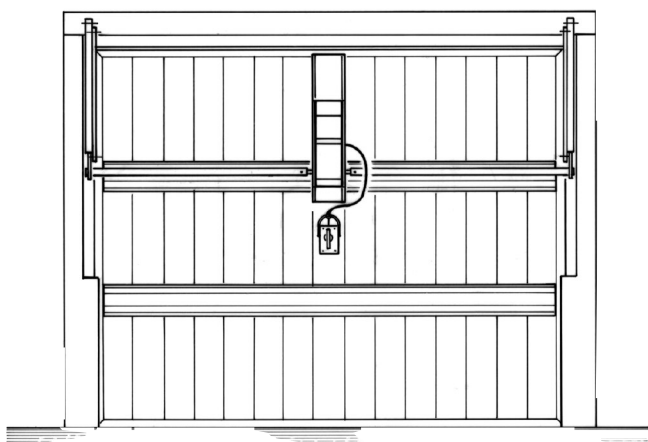

Fig. 5
- Accorciateli dalla parte opposta in modo che si possano infilare sulle leve. Fate attenzione che i TUBI DI TRASMISSIONE siano ben allineati e non divaricati (Fig.12). Con l'uso del "TUBO DI TRASMISSIONE L=3mt" (cod. ACG2090) si trasmette il movimento alla "COPPIA DI LEVE DIRITTE TELESCOPICHE" cod.ACG8158 (o alla "COPPIA DI LEVE CURVE TELESCOPICHE" cod.ACG8159 - **DA SALDARE AL TUBO DI TRASMISSIONE !**) che devono essere sempre montate lateralmente (Fig. 5).